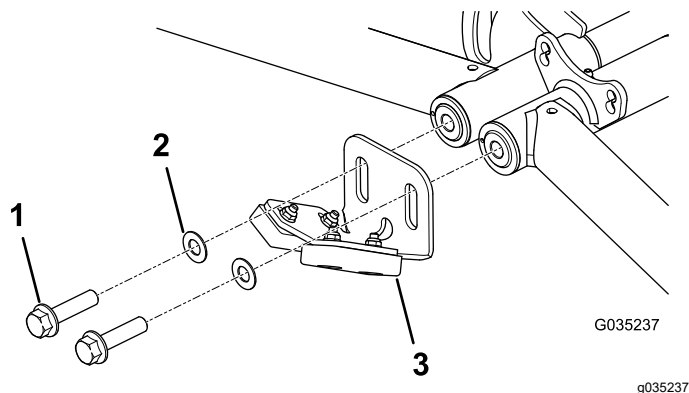

Figura 22
4. Instale sem apertar o conjunto do para-choques dianteiro e as anilhas como se mostra na Figura 22.